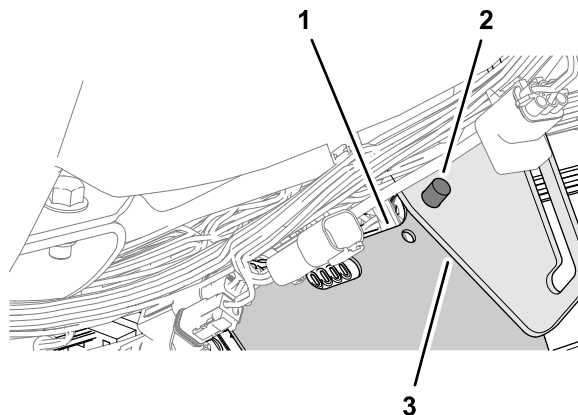

**Figura 89**
5. Alinee el soporte del módem (Pieza Nº 140-1394) debajo del soporte de la varilla de sujeción y detrás de la pestaña del bastidor de la máquina, como se muestra en la Figura 89.
6. Introduzca la grapa inferior del arnés de cables en el orificio del soporte del módem, como se muestra en la Figura 89.